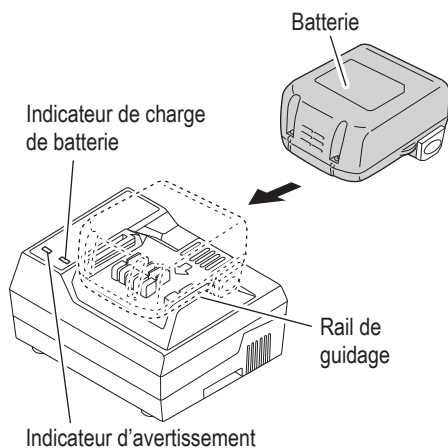

Fig. 2
3. Insérer la batterie dans le chargeur de batterie. Insérer la batterie dans le chargeur de batterie comme indiqué à la Fig. 2.